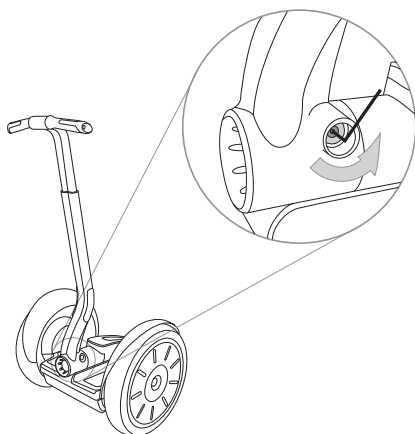

Figura 1. Allentare la vite di fermo del montante LeanSteer
2. Per rimuovere il montante LeanSteer, con una chiave a brugola esagonale da 5 mm, togliere la vite di fermo che trattiene il montante in posizione. Vedere la Figura 1.